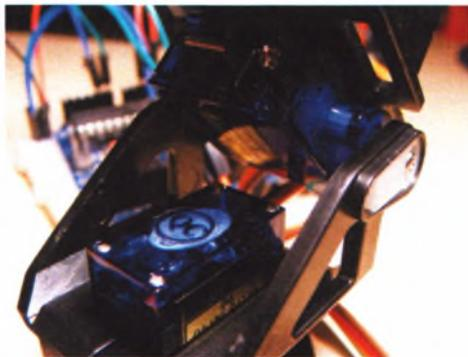

РИСУНОК 10.4
2. Подключите желтый провод сигнала управления одного из сервоприводов напрямую к контакту 9 платы Arduino, а второго — к контакту 10 платы Arduino, как показано на схеме на рис. 10.4.
Прикрепите лазерную указку к верхней части модуля; я рекомендую воспользоваться клеевым пистолетом для постоянного крепления, но вы можете использовать скотч, если планируете разобрать устройство в будущем. Теперь вы можете управлять лазером с помощью джойстика. Сервоприводы зафиксированы в корпусе с поворотным устройством, как показано на рис. 10.4